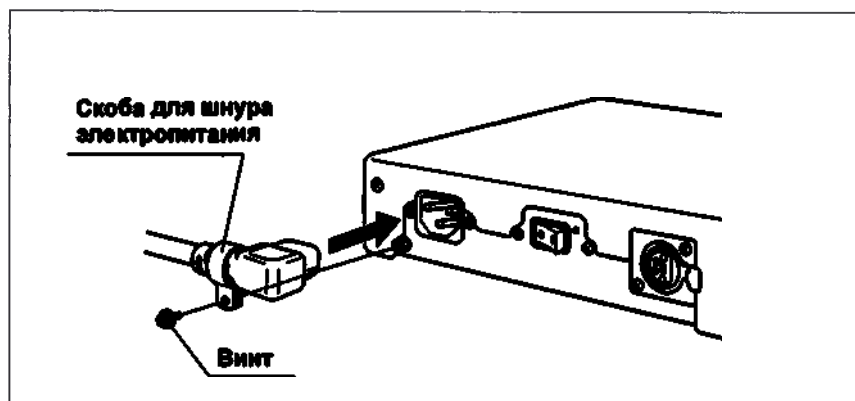

Рисунок 3.1.
1. Подсоедините шнур электропитания к разъему AC IN (Вход для переменного тока) на адаптере для сети переменного тока (п. Рисунок 3.1.).